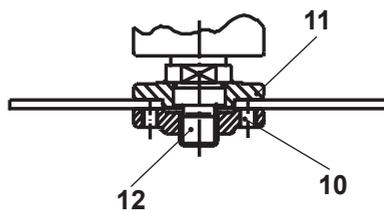

Fig. 14
- Discos finos (< 4 mm) com o centro plano: coloque a parte saliente do flange de aperto para o lado fora do disco (Fig. 14).